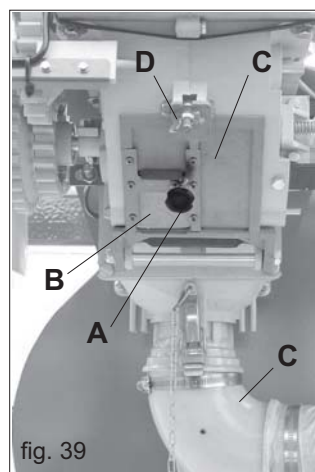

fig. 39
- Scoateți știftul de siguranță (1 Fig. 39).